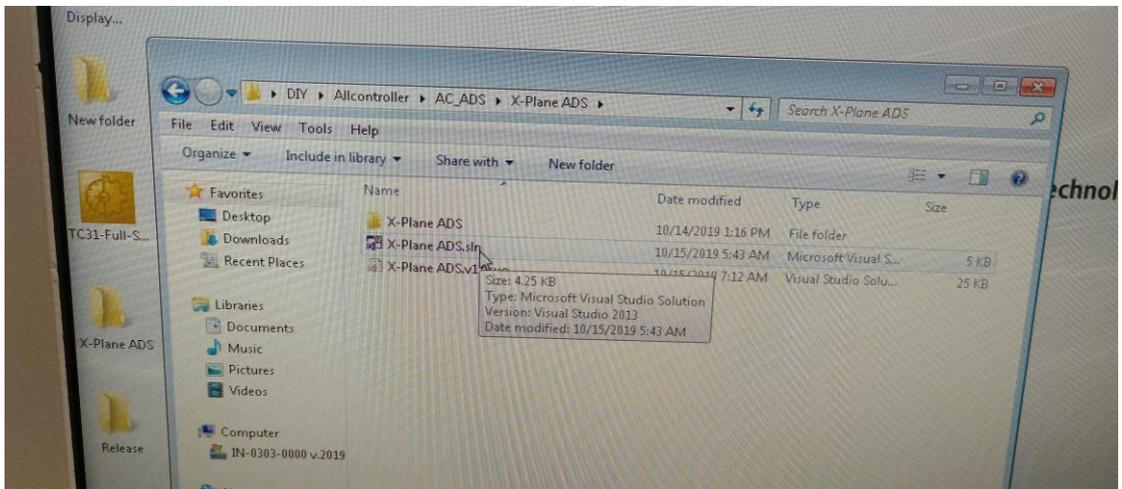

图 2
1) 按照上面的开机步骤，当驱动器上电完成、倍福主站开机完成后，双击机柜上显示桌面的 DIY 文件夹 → Allcontroller 文件夹 → AC-ADS 文件夹 → X-Plane ADS 文件夹 → X-Plane ADS.sln 应用程序。如图 2 所示：